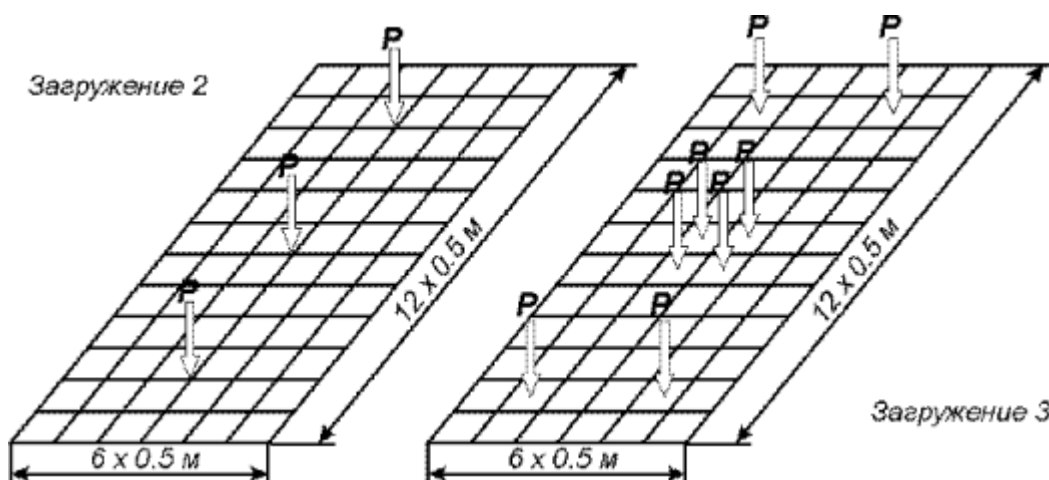

Рис.2.1. Расчетная схема плиты
- загрузка 2 – сосредоточенные нагрузки  $P = 1\text{ т}$ , приложенные по схеме рис.2.1, загрузка 2;
- загрузка 3 – сосредоточенные нагрузки  $P = 1\text{ т}$ , приложенные по схеме рис.2.1, загрузка 3.